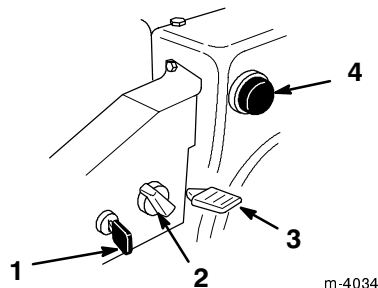

Figure 20
- **Clé de contact** (Fig. 20)—Insérez la clé dans le commutateur d'allumage avant de mettre le moteur en marche à l'aide du lanceur. Pour couper le moteur, retirez la clé de contact.
- **Starter** (Fig. 20)—Pour mettre en marche un moteur froid, tournez la commande de starter dans le sens des aiguilles d'une montre à la position "On" (en service). A mesure que le moteur se réchauffe, tournez progressivement le starter dans le sens contraire des aiguilles d'une montre à la position "Off" (hors service).
- **Commande d'accélérateur** (Fig. 20)—Déplacez la manette vers le haut pour augmenter le régime du moteur, ou vers le bas pour le réduire. Abaissez complètement la manette pour arrêter le moteur.
- **Amorceur** (Fig. 20)—Appuyez sur l'amorceur pour envoyer une petite quantité d'essence dans le moteur afin de faciliter le démarrage par temps froid.
2. Retirez la clé de contact du commutateur d'allumage (Fig. 20)
3. Enlevez le bouton de starter (Fig. 20).
4. Tournez le starter en position "On" (en service) (Fig. 20).
5. Insérez la clé de contact (Fig. 20).
6. Couvrez l'orifice central de l'amorceur (Fig. 20) avec le pouce et appuyez lentement sur l'amorceur à trois reprises.
8. Dès que le moteur a démarré, tournez le starter (Fig. 20) à la position 3/4. A mesure que le moteur se réchauffe, tournez le starter à la position 1/2. Quand le moteur est suffisamment chaud, tournez le starter à la position "Off" (hors service).
6. Fermez le robinet d'essence (Fig. 20).